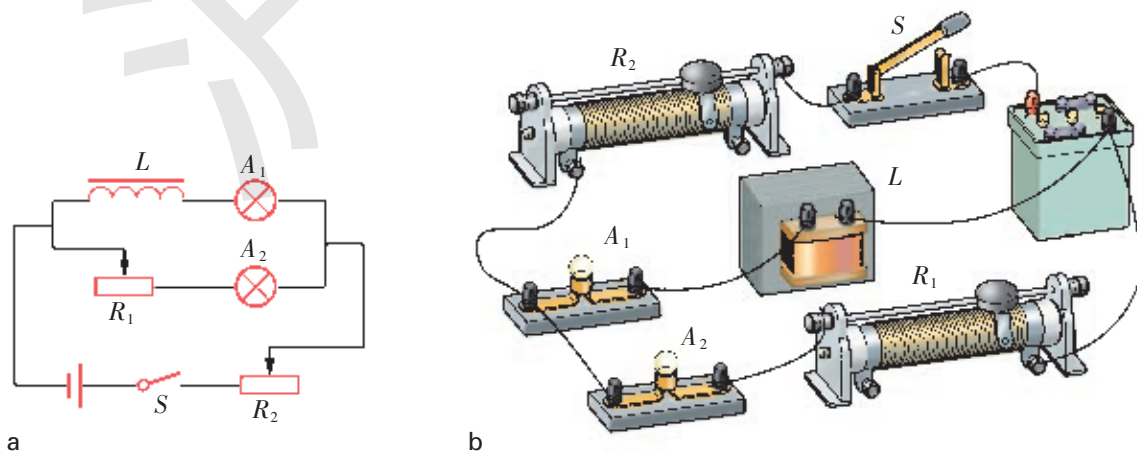

图 1-47 探究电路闭合时线圈的自感现象
在如图 1-47 所示的电路中, L 是带铁心的线圈, A_1 、 A_2 是两只同样的灯泡。
在图 1-47 所示的电路中, 电路闭合前, 线圈中磁通量为零。在接通电路瞬间, 线圈中的磁通量突然增加。根据电磁感应定律, 只要线圈中的磁通量发生变化, 线圈中就会产生感应电动势。根据楞次定律, 线圈中的感应电动势阻碍线圈中电流的增大。这样, 通过灯泡 A_1 的电流只能缓慢地增大, 故灯泡开始发光较暗, 直至线圈内磁通量不变化了, 灯泡才正常发光。电阻所在的支路没有线圈, 电路一接通, 灯泡 A_2 立刻就正常发光。
4. 请从能量转化的角度谈谈对图 1-47 所示实验的认识。